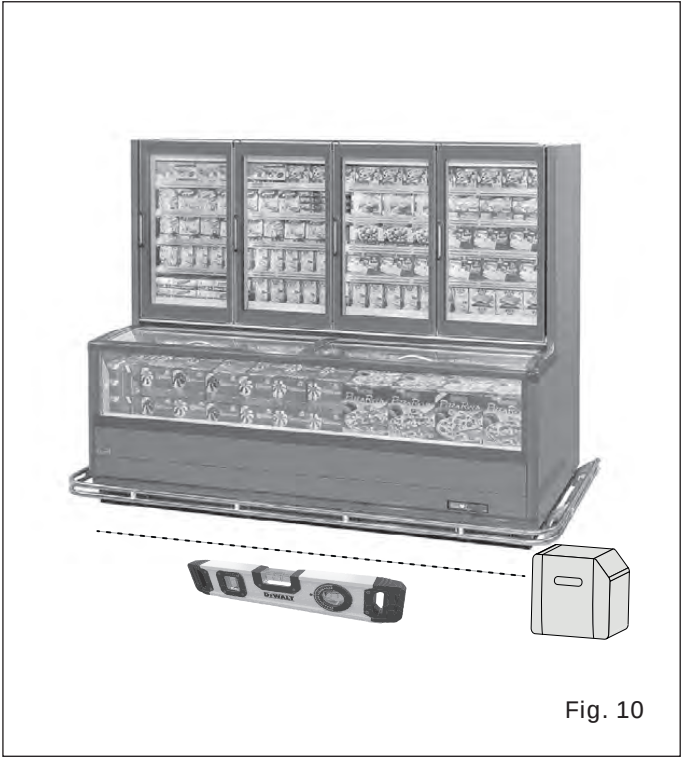

Fig. 10
- Sur un sol nivelé ("Fig. 10").